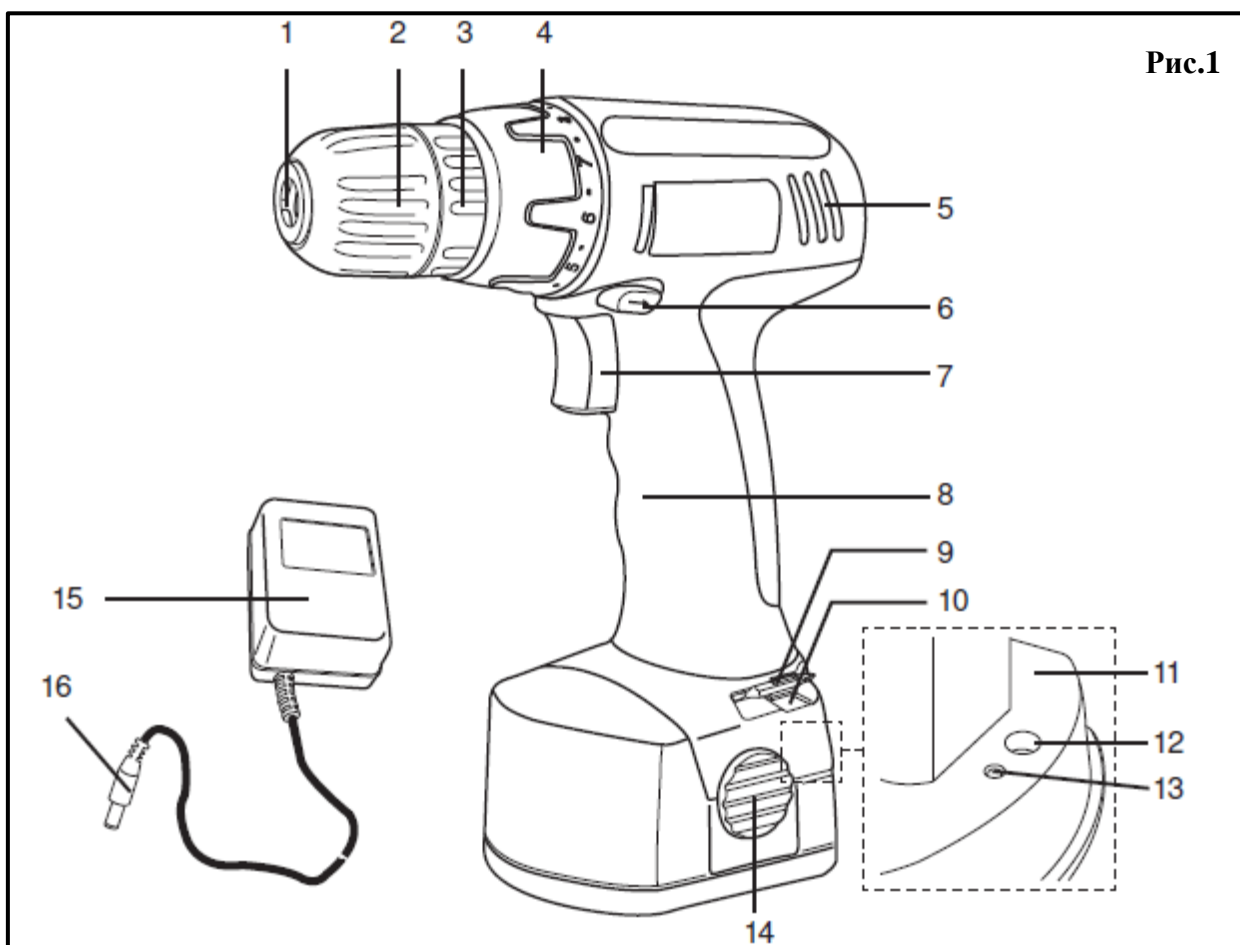

Рис.1
Изменяйте направление вращения вперед и назад нажатием на переключатель направления вращения (6) Рис.1.